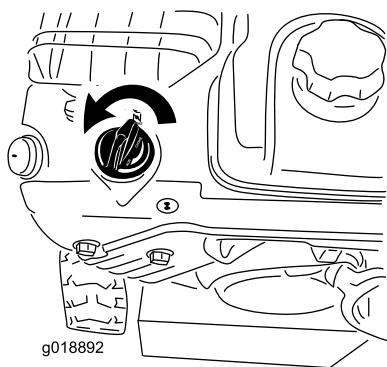

Figure 25
5. Tournez la commande de starter à la position Starter sélectionné (Figure 25).